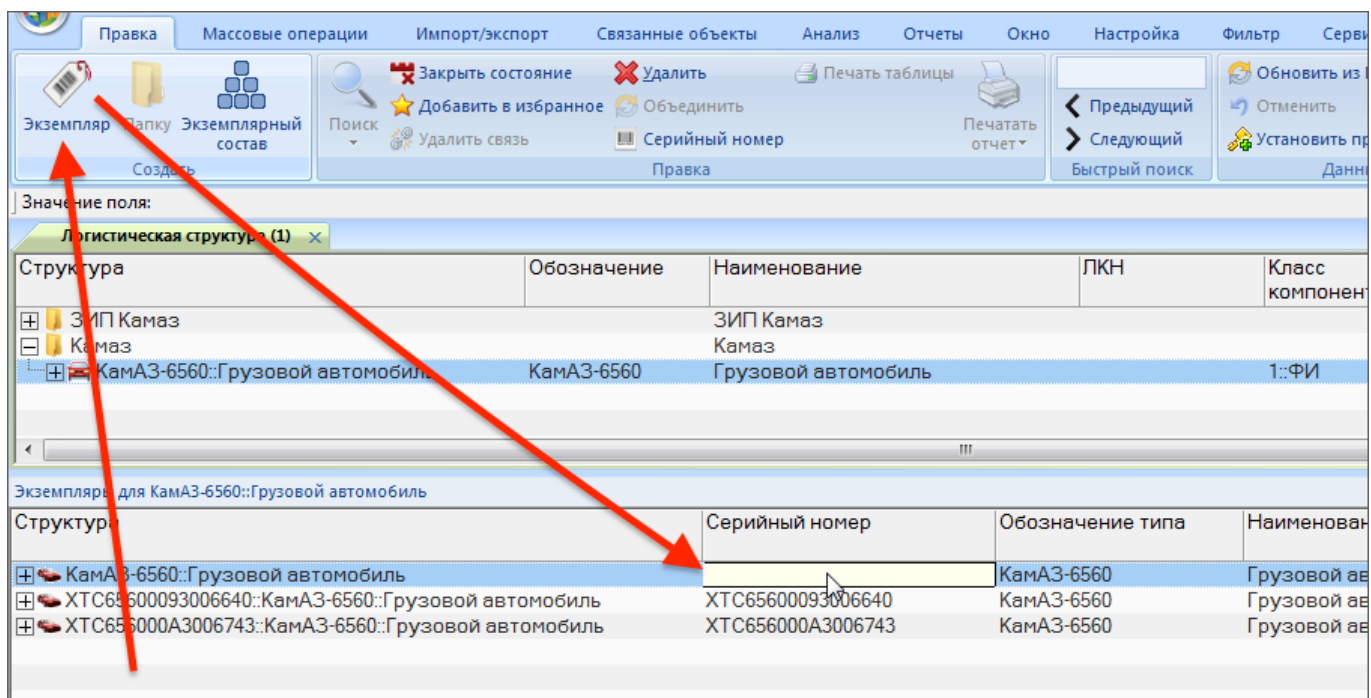

Рис. 9-12 – Создание экземпляра ФИ
- нажать кнопку «Экземпляр» панели «Создать» для создания нового экземпляра ФИ и заполнить поле «Серийный номер» (рис. 9-12);